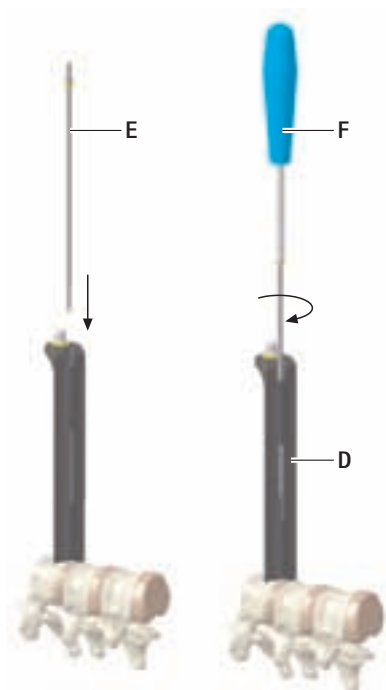

Fig. 1
- Introdurre la vite di fissaggio **E** nella valva **D** e stringerla, vedere Fig. 1.